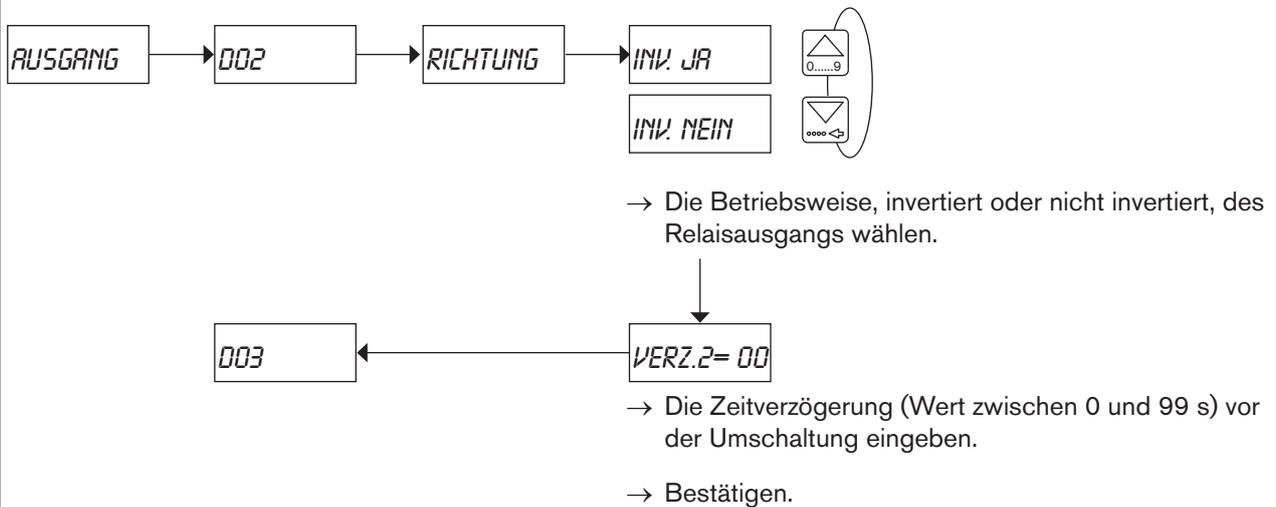

Bild 37: Konfiguration des DO2- oder DO3 -Relaisausgangs zur Meldung der Fließrichtungsumkehr
- Zur Umschaltung einer Last, wenn sich die Fließrichtung ändert. Siehe Bild 37.